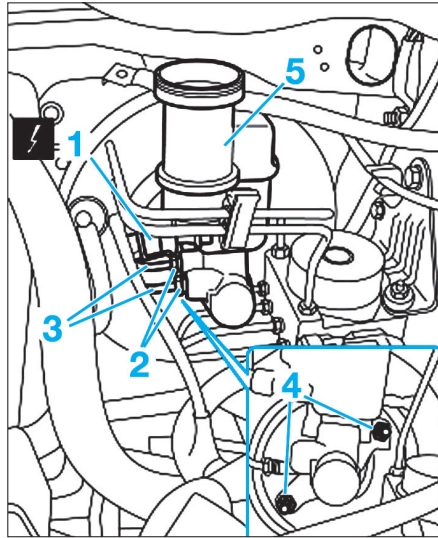

Fig. 22
- Déconnecter le capteur de niveau de liquide de freins (interrupteur) (1) (Fig.22).